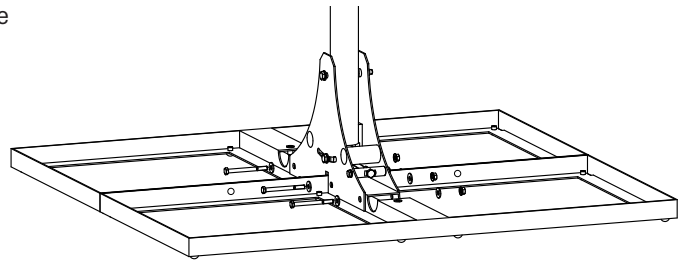

Abb. 3: Mastfuß befestigen
2. Auf die beiden Rahmen den Mast mit Stativ aufsetzen, sodass die Öffnungen in den Querteilen der Rahmen an den Öffnungen am Mastfuß anliegen (Abb. 3).
3. 4 Schrauben M8 x 90 mm in die Öffnungen am Mastfuß und in die Trennwände stecken (Abb. 3).
4. Die Schrauben mit dem Anzugsdrehmoment von 25 Nm verschrauben (Abb. 3).